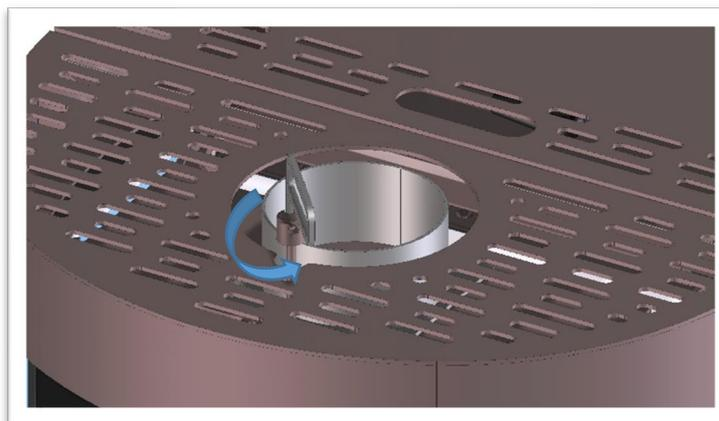

Fig. 22
3. **Drehen Sie den Zündhebel in die verriegelte Position (Abb. 22) und entfernen Sie das Zubehör, um eine Überhitzung zu vermeiden (⚠ Verbrennungsgefahr).**